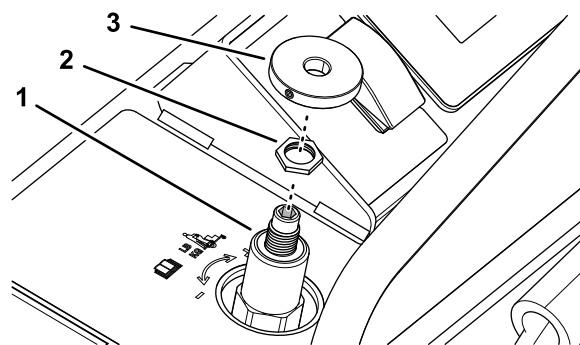

Figura 56
1. Asegúrese de que el tornillo de ajuste del pomo del control de peso está girado lo suficiente en sentido antihorario para que el pomo encaje en el vástago de la válvula de control de peso (Figura 56).
2. Asegúrese de que la contratuerca del vástago de la válvula de control de peso está apretada (Figura 56); consulte el paso 6 de Ajuste de la válvula de control del peso del operador (página 48).
3. Coloque el pomo sobre el vástago de la válvula de control de peso (Figura 56).
3. Afloje la contratuerca de la válvula de control de peso; consulte Figura 56 en Montaje del mando de control de peso (página 48).